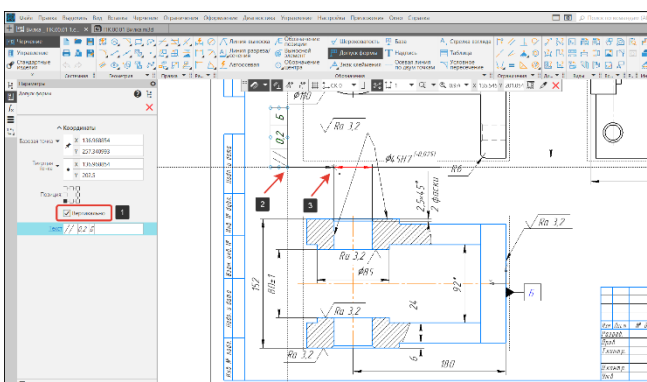

Рисунок 258 – Выносная линия допуска формы
- В панели Параметры допуска формы включим опцию Вертикально (1), чтобы рамка допуска располагалась вертикально (Рисунок 258);